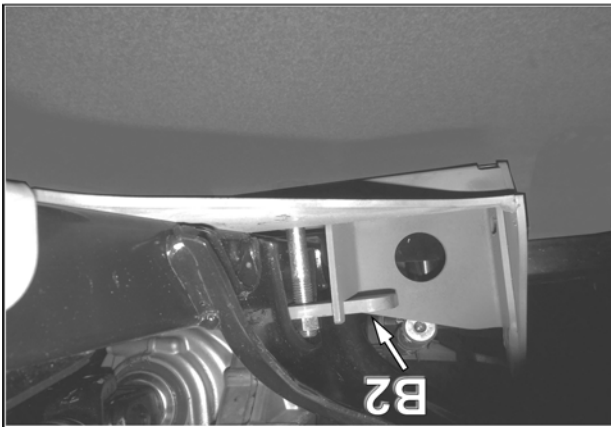

Fig. 5
4. Positionner le couvert de fixation (B2) dans l'ouverture au-dessus des tubes du châssis. Voir la Fig. 5